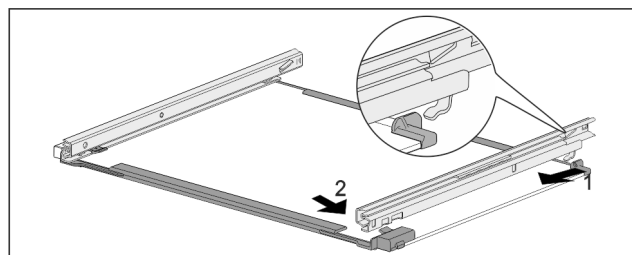

Fig. 245 Стеклянная пластина с направляющими
- ▶ Зацепите направляющую сзади. Fig. 245 (1)
- ▶ Защелкните направляющую спереди. Fig. 245 (2)